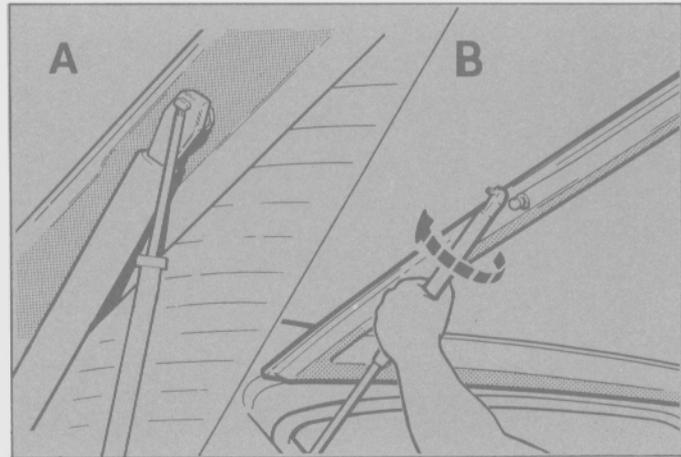

Fig. 348 - Desconexión del conjunto del portón.
- Usando un destornillador, soltar los dos amortiguadores de sus conexiones del portón (Fig. 348).